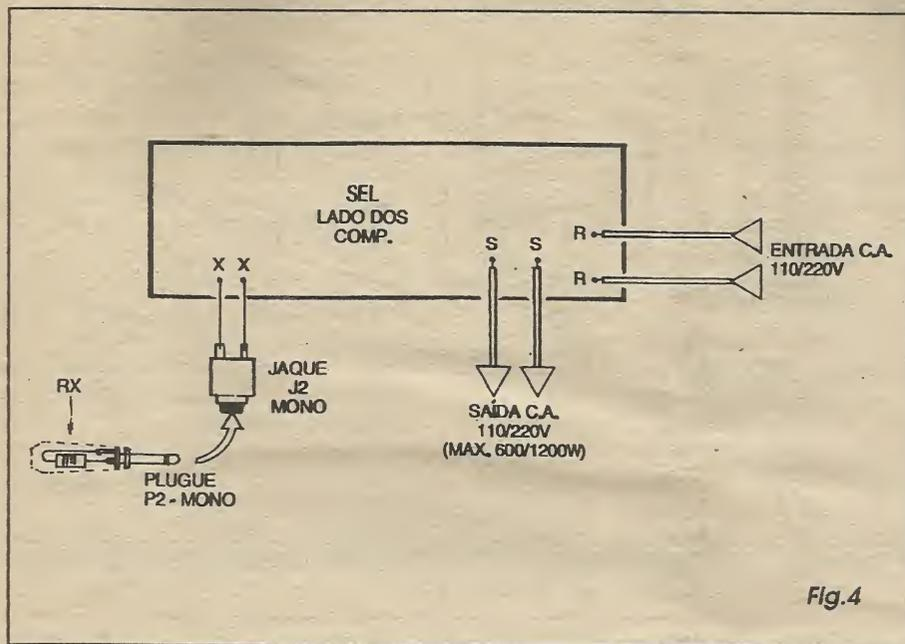

Fig.4
- **FIG. 4 - CONEXÕES EXTERNAS À PLACA** - Pela própria organização do circuito, e a partir do *lay out* básico da placa, as conexões feitas *do impresso para fora* são todas muito simples, detalhadas no diagrama que mostra novamente o impresso pela sua face não cobreada (agora, momentaneamente *esquecendo* as peças que já estão colocadas e soldadas *sobre* a placa...). O jaque/*buraco da fechadura*, deve ter seus terminais ligados aos pontos X-X da placa (no caso, não existem preocupações de polaridade, nem no jaque, nem no plugue que contém  $R_x$ ...). Aos pontos R-R deve ser ligada a rede C.A. local, através de um par de cabos isolados no conveniente calibre, ou seja: compatíveis com os níveis de potência/corrente envolvidos e comandados... A partir dos pontos S-S saem os cabos isolados (também em calibres compatíveis...) que vão à saída de potência para o aparelho, circuito, dispositivo, maquinário, a ser controlado pelo SEL... Na prática, as conexões de entrada/saída de C.A. podem ser feitas através de pares de conectores parafusáveis tipo *Sindal*, para maior elegância e facilidade... Observar ainda, na figura, o
Para calibrar o circuito, de modo que ele apenas possa reconhecer a única e verdadeira chave/código resistiva, uma maneira prática e rápida é ligar uma lâmpada (para tensão correspondente à da rede local...) à saída do sistema (fios que vão aos terminais S-S, na FIG. 4), ligar os fios R-R à rede C.A. local, enfiar o plugue/chave no respectivo jaque e, lentamente, girar o trim-pot, para lá e para cá, até se obter o acendimento da lâmpada! É bom notar que tal ponto é muito específico e único, e que andando o giro do knob do trim-pot, um pouquinho para lá ou um pouquinho pra cá, imediatamente a lâmpada/carga apagará (indicando que a calibração saiu do ponto ideal...).